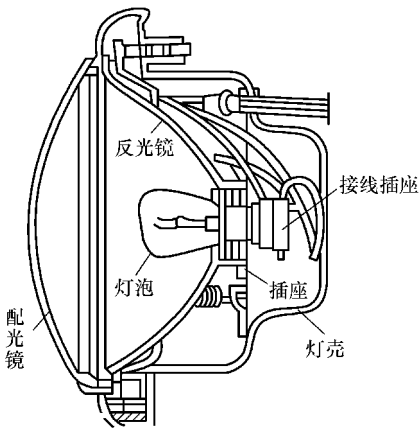

图 10-17 前照灯结构
1) 结构。汽车前照灯一般由灯泡、反光镜、配光镜三部分组成，如图 10-17 所示。